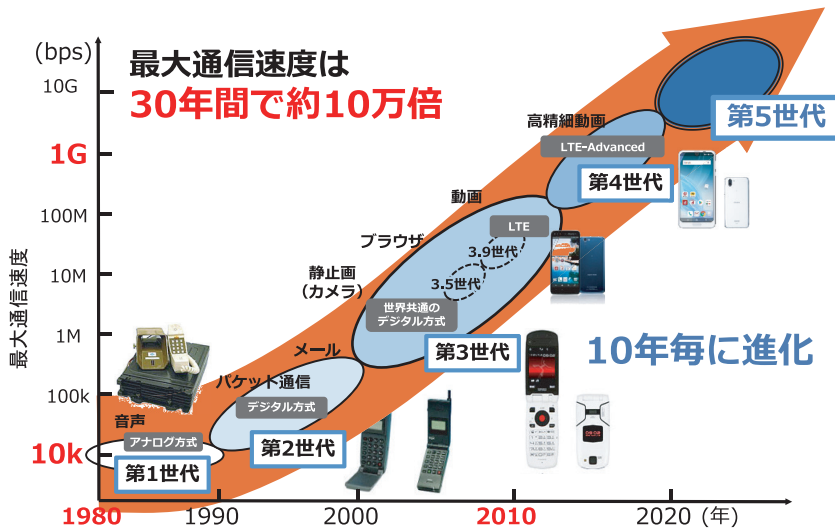
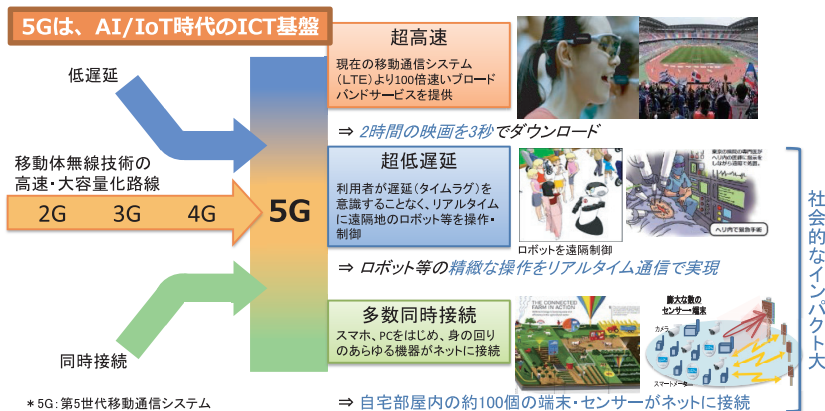

図1.2 移動通信システムの進化(第1世代～第5世代)【総務省資料】
図1.3 第5世代移動通信システム(5G)とは【総務省資料】
Society 5.0を支えるICT(Information and Communication Technology)が第5世代移動通信システム(5G)である。移動通信システムの進化を図1.2に示したが，最大通信速度は30年間で約10万倍になった。5Gの主要性能は図1.3に示すように，①超高速(最高伝送速度10 Gbps)，②超低遅延(1 ms 程度の遅延)，③多数同時接続(100万台 /km²の接続機器数)である。